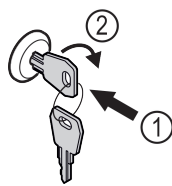

Fig. 177
- ▶ Insérer la clé Fig. 177 (1).
- ▶ Tourner la clé à 90° dans le sens horaire Fig. 177 (2).